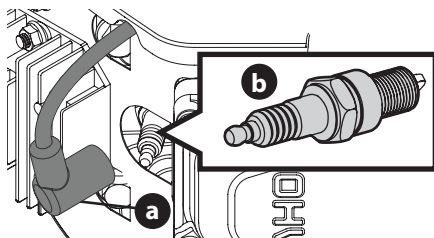

Figure 14
1. Dégagez la gaine de la bougie (a) et utilisez une clé à bougie (b) pour la démonter (Figure 14).